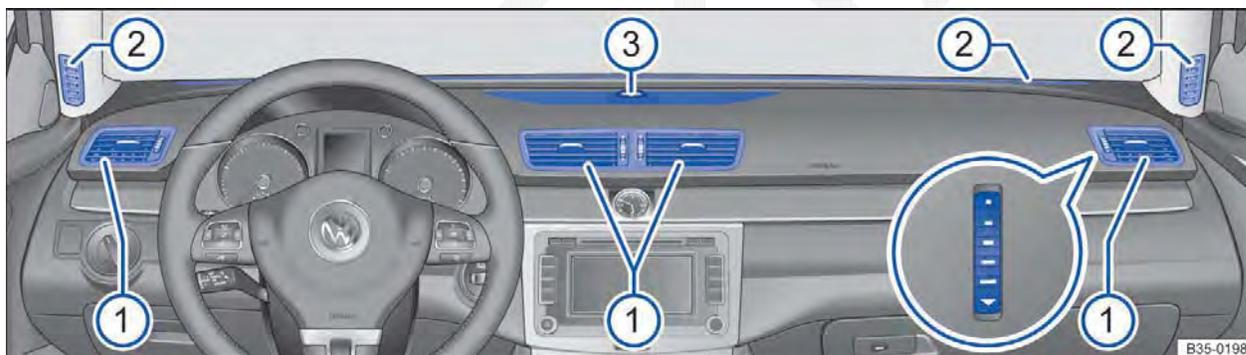

Fig. 188 No painel de instrumentos: difusores de ar.
Para que uma potência de aquecimento, uma refrigeração e uma entrada de ar suficientes sejam atingidas no interior do veículo, os difusores de ar ⇒ Fig. 188 ① devem ser mantidos sempre abertos.